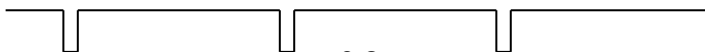

图 5.16
**X.9** 若 8254 在工作时由某计数器的 OUT 输出波形如图 5.16 所示。波形中脉冲周期为 40ms，负脉冲宽度为 2μs。试问该计数器的外部计数时钟频率为多少？计数器工作在方式几？计数值为多少？此时的 GATE 上的状态是什么？
**解：**要输出图 5.16 所示的负脉冲，计数器应工作于方式 2。这时，外部计数时钟周期应为  $2\mu\text{s}$ （等于负脉冲宽度）；OUT 输出波形周期  $=40\text{ms}=40000\mu\text{s}$ 。由此可得：